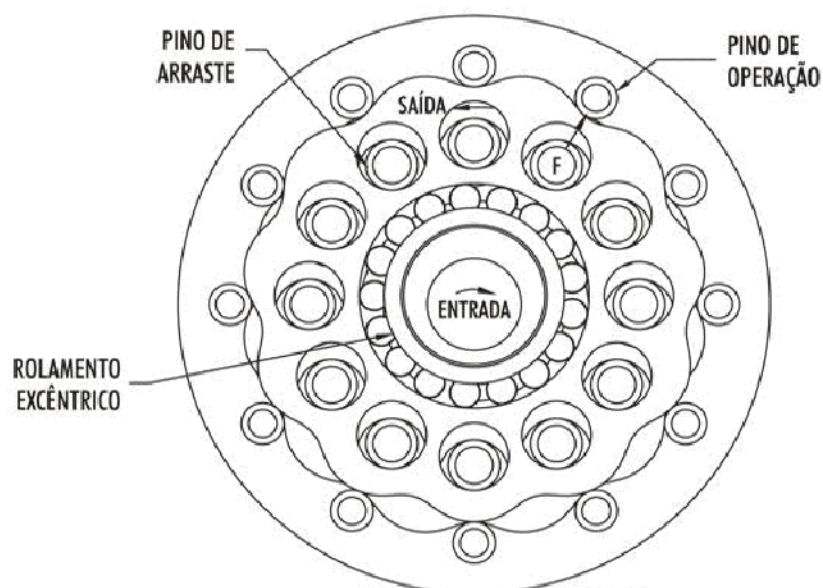

FIGURA 2
Redutor trocicloide funciona através de uma certa quantidade de pinos (N) fixados na carcaça e um disco ondulado em forma de EPITROCÓIDE com um número de ondulações menor uma unidade ($N-1$) em relação ao número de Pinos (N), posicionando-se um dos pinos no topo da ondulação e um pino oposto a 180° no fundo da ondulação. O disco ondulado é apoiado no rolamento excêntrico, que é fixado no eixo de entrada. Conforme o rolamento excêntrico gira num sentido, o rolamento empurra o disco ondulado contra-pino, porém, como existe defasagem entre pino e ondulação, o disco começa a deslizar no sentido oposto. Esse movimento do disco, é transmitido ao eixo de saída e a cada volta do rolamento excêntrico, desloca-se uma ondulação, portanto, a redução é igual ao número de ondulações do disco, figura 2: